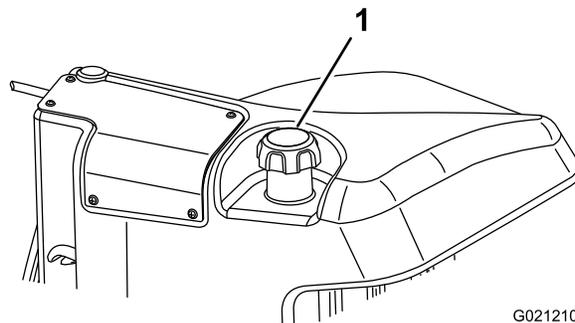

Bild 31
3. Schrauben Sie den Tankdeckel ab (Bild 31).